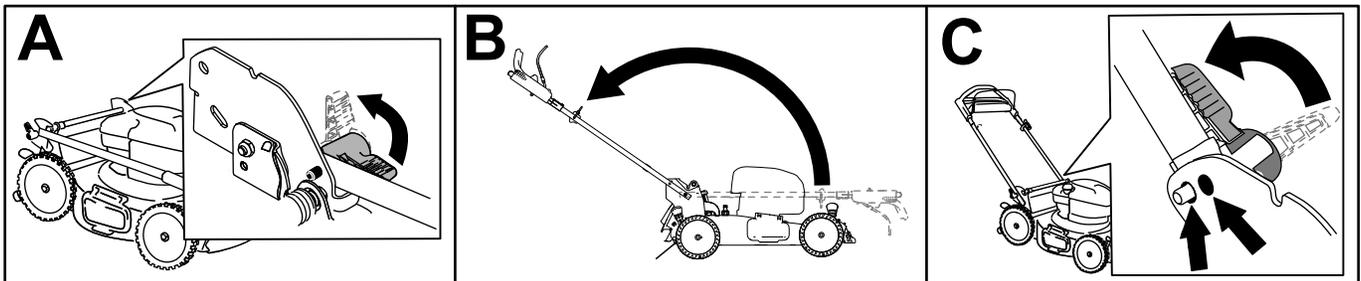

Figura 3
1. Liberte a pega (A de Figura 3).
2. Mova o manípulo para trás para a posição de funcionamento (B de Figura 3).
4. Engate os bloqueios do manípulo até que o pino encaixe no sítio para bloquear o manípulo na posição de funcionamento (C de Figura 3).